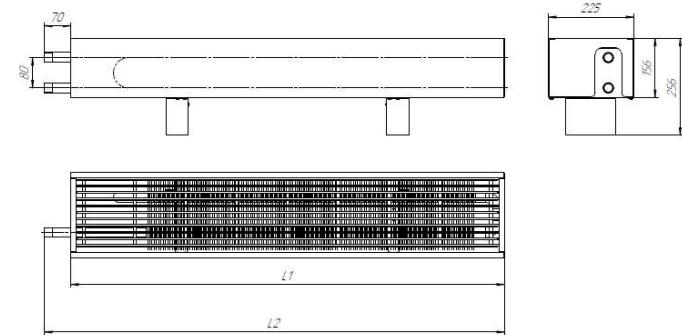

Рис. 1 – Конвектор TEPLA Neo Expo 156(B)x225(Г); БП.
- 1.3. Конвекторы выпускаются в концевом или проходном исполнении, с патрубками для подвода теплоносителя, расположенными с правой или левой стороны прибора, концы присоединительных патрубков гладкие (под сварку) или с раструбами с резьбой наружной G 3/4" (HP 3/4) или с резьбой внутренней G 1/2" (BP 1/2), габаритные и присоединительные размеры указаны в рис. 1.